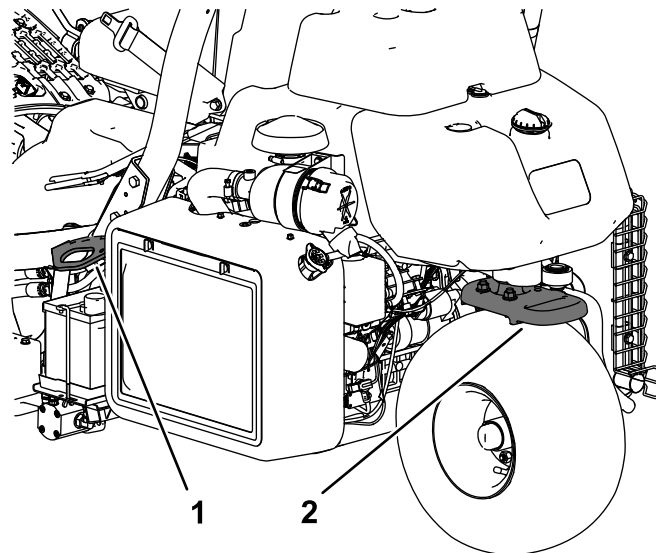

Figura 27
- Amarre la máquina firmemente con correas, cadenas, cables o cuerdas. Tanto la correa delantera como la trasera deben orientarse hacia abajo y hacia fuera respecto a la máquina (Figura 27).